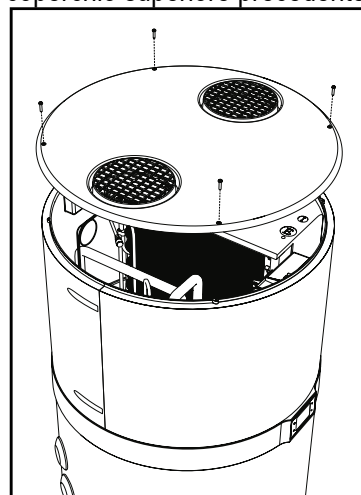

fig. 72- Rimozione del coperchio superiore
- Rimuovere il coperchio superiore svitando innanzitutto le viti di bloccaggio (fig. 72).